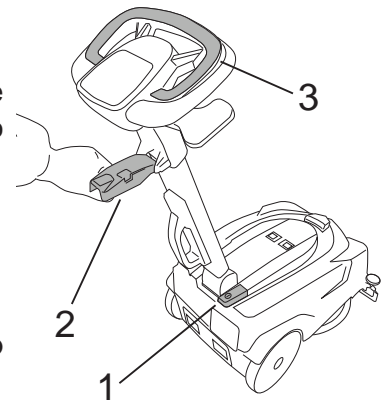

Fig.16
- Premere l'interruttore generale (Fig.16-Rif.1).
- Abbassare lo squeegee attraverso la leva (Fig.16-Rif.2).
- Azionare la leva comando spazzola (Fig.16-Rif.3).
- Sollevare lo squeegee attraverso la leva (Fig.16-Rif.2).